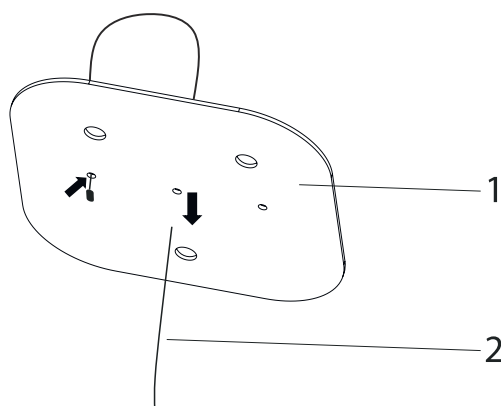

Fig. 8
2. ► För stålvajern genom hålen i upphångningsplattan (Fig. 8).